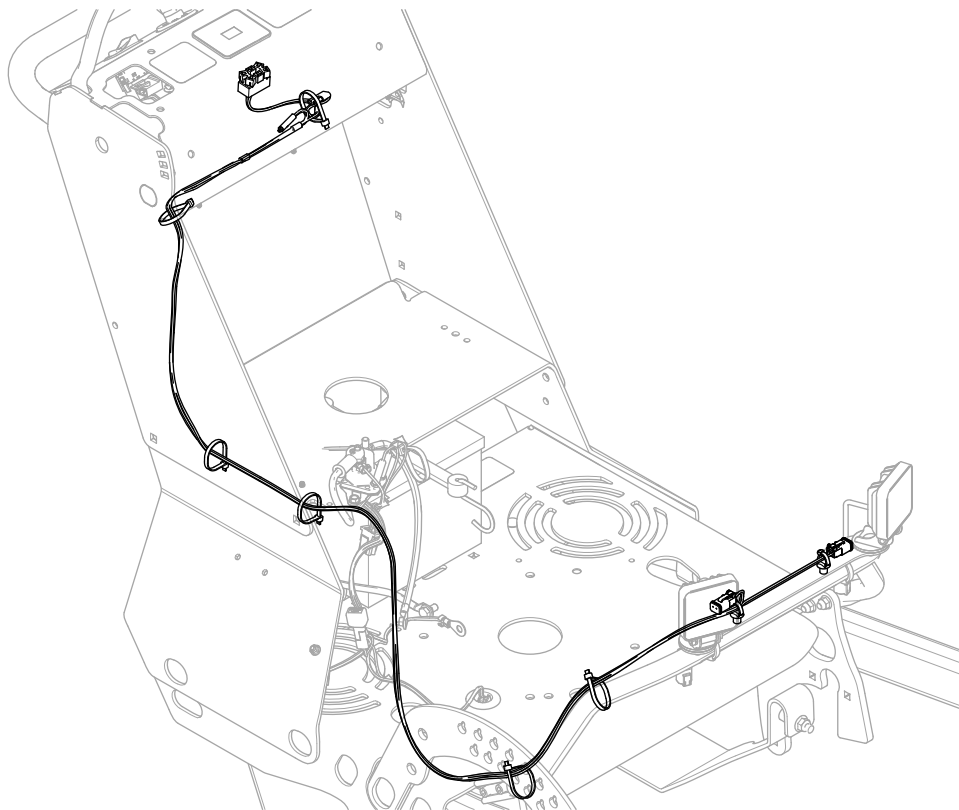

図 5
3. 図5のように、ワイヤハーネスを、プラットフォームのハーネスに沿って配設する。
4. ケーブルタイを使ってワイヤハーネスを機体に固定する図5。